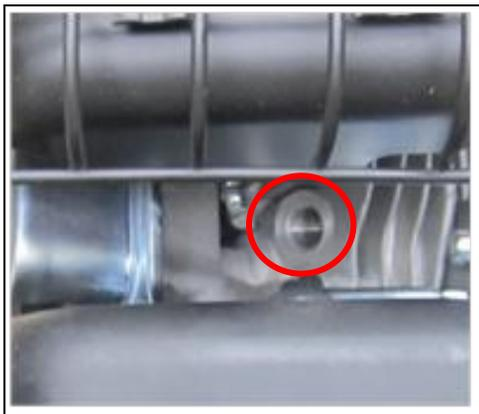

Figure 4: Prise de bougie d'allumage
ÉTAPE 5 : Insérez la nouvelle bougie d'allumage à la main dans la prise. Voir les figures 4 et 5.